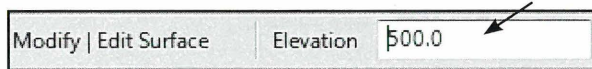

Fig. 10.25. Ændre Elevation til 500 mm mellem hver linie/højdekote.
- Efter punkterne er placeret langs den første bue, ændres højden på den næste række punkter i *Elevations* til 500(Fig. 10.25). Inden optegning.